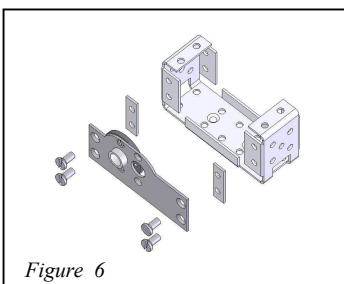

Figure 6
Étape 4 : Fixer le support latéral (15) sur la deuxième cage (3) à l'aide de quatre vis fraisées de 3mm (12) en insérant deux cales (13) de part et d'autre du support latéral (15) en faisant attention au sens de placement (elles sont asymétriques) : le côté raccourci vers l'intérieur. Voir figures 6 et 7.